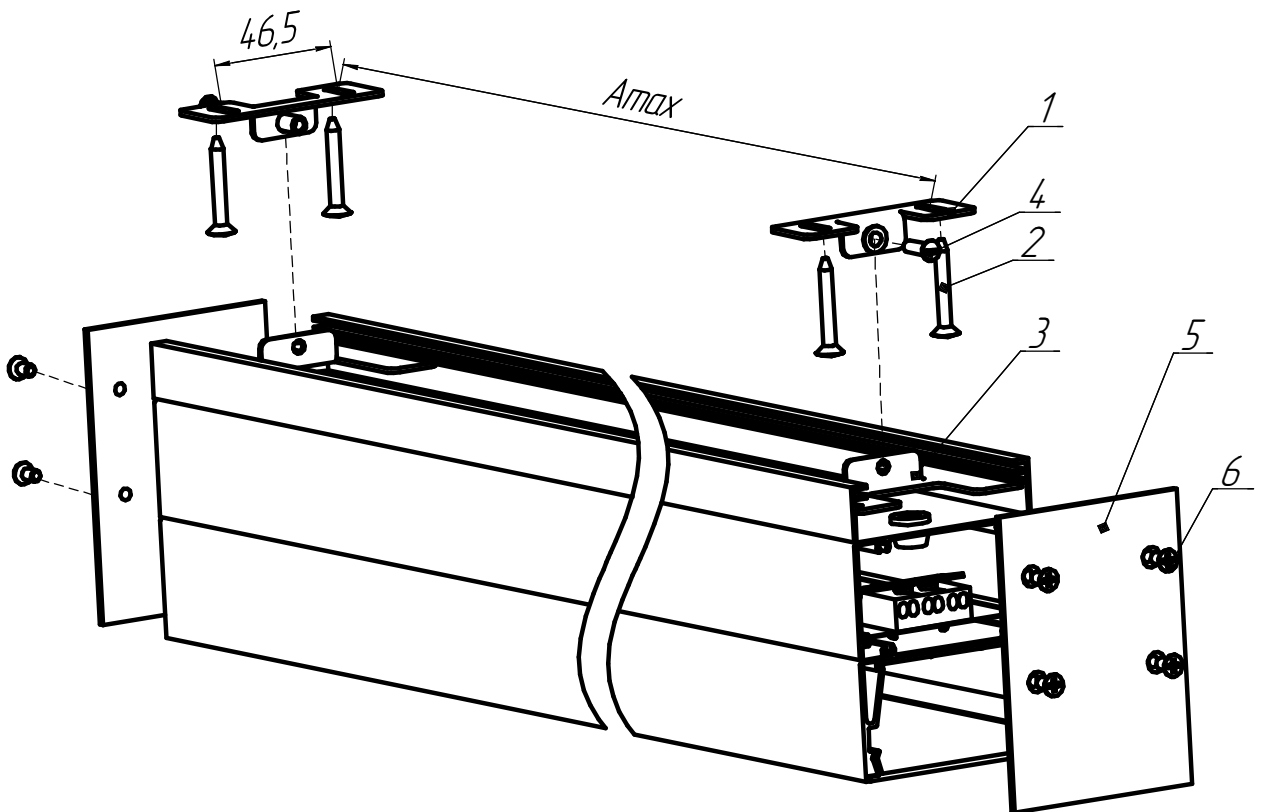

Рисунок 4 - Схема крепления светильника к потолку
5.5. Установка светильника на потолок (см. рисунок 4) :